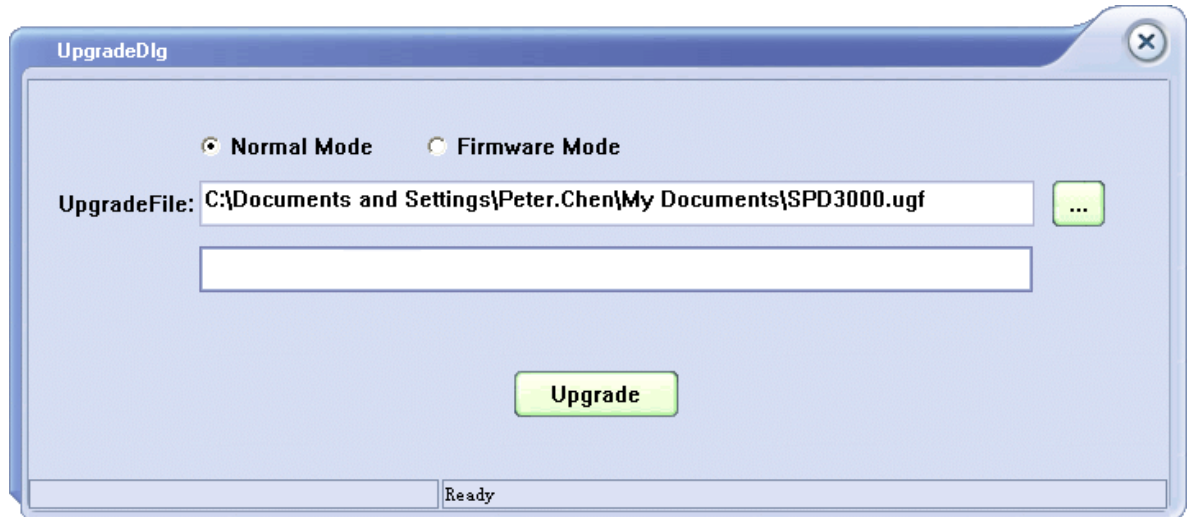

Figure 4
4. Como se muestra en la imagen 4, pulse el botón de actualizar para comenzar la actualización. La actualización concluirá cuando la barra de progreso esté completada y el aparato utilizará la versión actualizada.